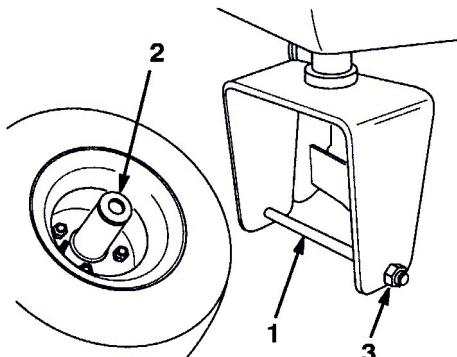

図4
- 後キャスター・フォークの車輪取り付け穴についているボルトとロックナットを外す(図4)。
- キャスター・フォークに後輪を取り付ける。片方の穴からボルトを差し入れ、スペーサを入れて車輪にボルトを通して(図4)。